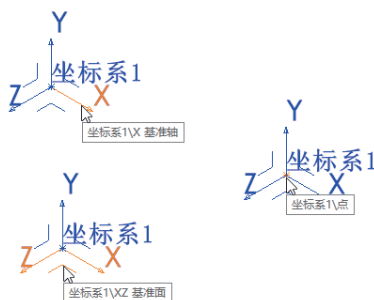

图1-4 坐标系的选择
- 坐标系的选择：在旧版本中，坐标系仅作为位置参考，不能作为轴、平面及点参考。在SolidWorks 2022中，新的坐标系可以选择坐标系的轴、原点和坐标平面作为建模参考，如图1-4所示。